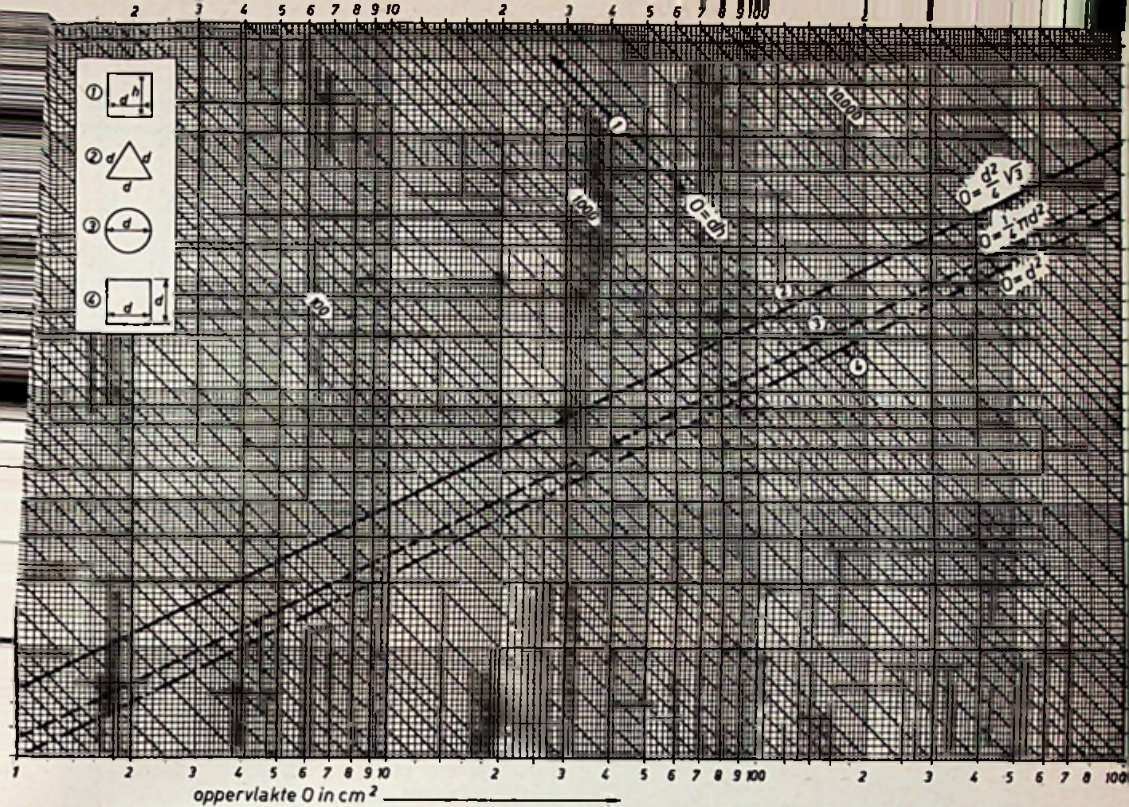

Fig. 3
Om nu de berekening van diverse oppervlaktevormen eenvoudig te houden, is fig. 3 gemaakt. Hiermede is snel de oppervlakte te vinden van:
1. **Bepaal de halsdoorsnede** met behulp van fig. 3.